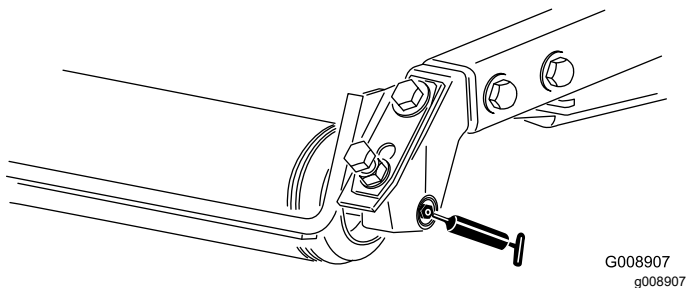

Bild 72
- Heckrollenlager (2 pro Schneideinheit)—Bild 72